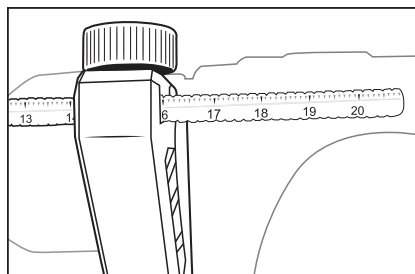

Fig. 1
- ◆ Du kan aflæse boreddybden på dybdeanslaget 12. Træk værdien fra, som vises på højre side af dybdeanslaget 12 (f.eks. 16 cm), fra enden af skalaen (20 cm). Boreddybden er så 4 cm (se fig. 1).